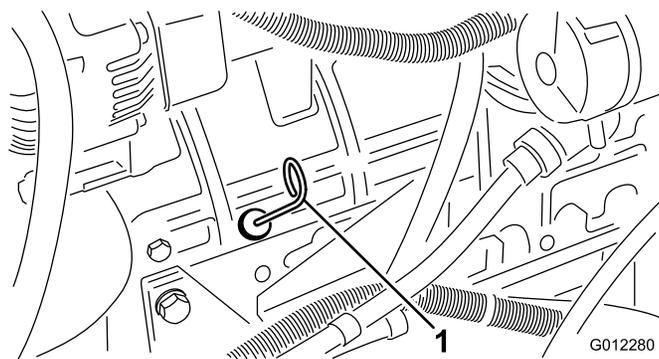

Figura 10
3. Retire la varilla, límpiela, y vuelva a colocarla (Figura 10).